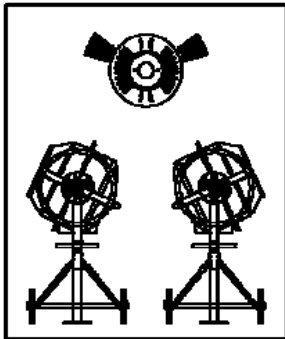

Fig.12
- Posizionare l'asse del tamburo per caricare la malta come mostrato in Fig.12.